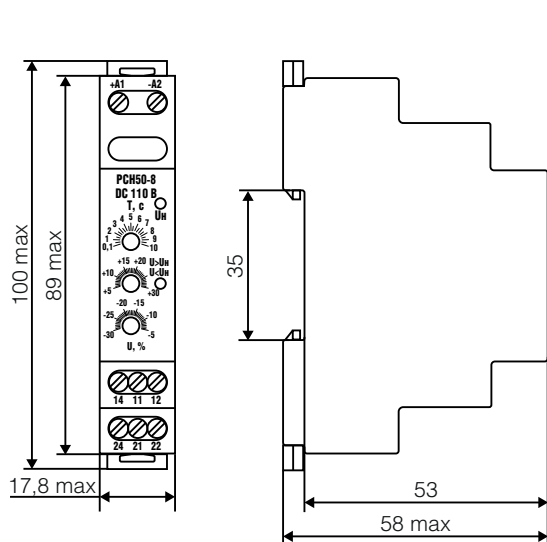
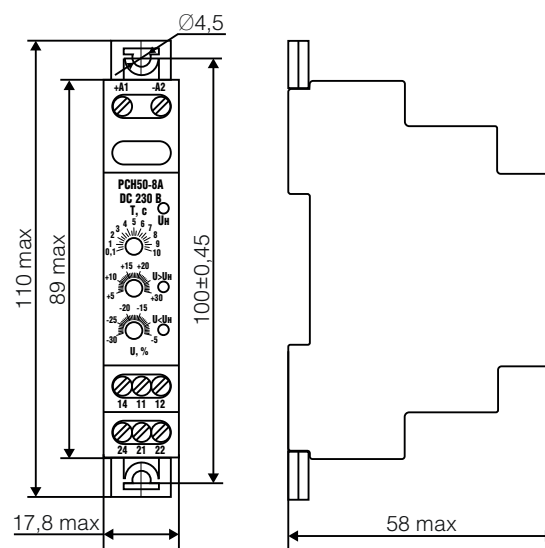

Рисунок 2. Габаритные размеры PCN50-8
Рисунок 3. Габаритные размеры PCN50-8A
У реле типов PCN50-8 и PCN50-9 (рис. 2) только один индикатор аварийного события, а у реле PCN50-8A и PCN50-9A (рис. 3) два индикатора аварийного события.
- на DIN-рейку 35 мм (рисунок 2);
- винтами (рисунок 3).